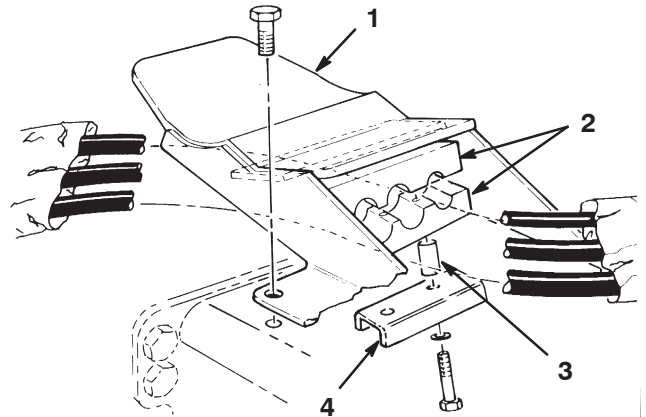

Figura 7
1. Fije provisionalmente los manguitos hidráulicos a la parte inferior de cada soporte de volteo con abrazaderas, espaciadores, chapas de abrazadera, arandelas de freno, y tornillo de caperuza, según muestra la Figura 7.